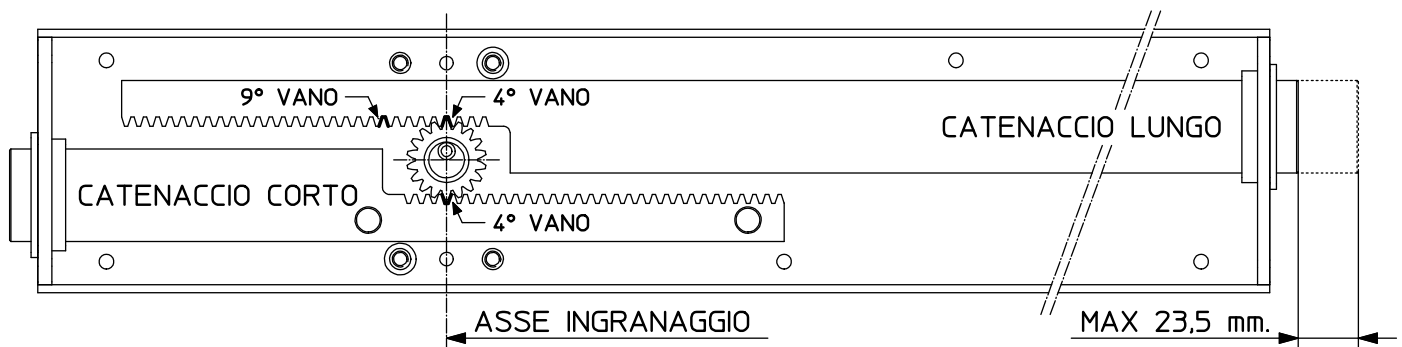

FIG. 5
Aprire la Spranga svitando la ghiera (A) (vedi retro FIG. 1) e togliendo il coperchio (B) (vedi retro FIG. 1). In caso di resistenza usare delle leve non metalliche per non danneggiare la vernice. Svitare i 4 dadi (D), togliere la piastra supporto (S) del cilindro interno e svitare le viti (E). Togliere i 2 catenacci (F) e l'ingranaggio (G) quindi svitare le 4 viti (H) e le due viti (I). Sostituire i 2 cilindri (L) ed (M) e la piastrina antiscasso (N) con i nuovi cilindri e la nuova piastrina antiscasso. Fissare con le viti (I) il nuovo cilindro interno (M) alla piastra di supporto (S) ed il nuovo gruppo cilindro esterno con corazza (L/L') alla scatola (C) della Spranga, facendo attenzione a posizionare nel giusto verso la spina (O) oppure (O'), la spina (P) oppure (P') e la relativa molla (Q). Rimontare i catenacci e l'ingranaggio in modo che il 4° vano della dentatura dei catenacci coincida con l'asse dell'ingranaggio (FIG. 5) e rimontare la piastra di supporto (S) del cilindro interno, serrando a fondo i 4 dadi (D). Rimontare il coperchio (B) (vedi retro FIG. 1) e la ghiera (A) (vedi retro FIG. 1) avvitandola a fondo.